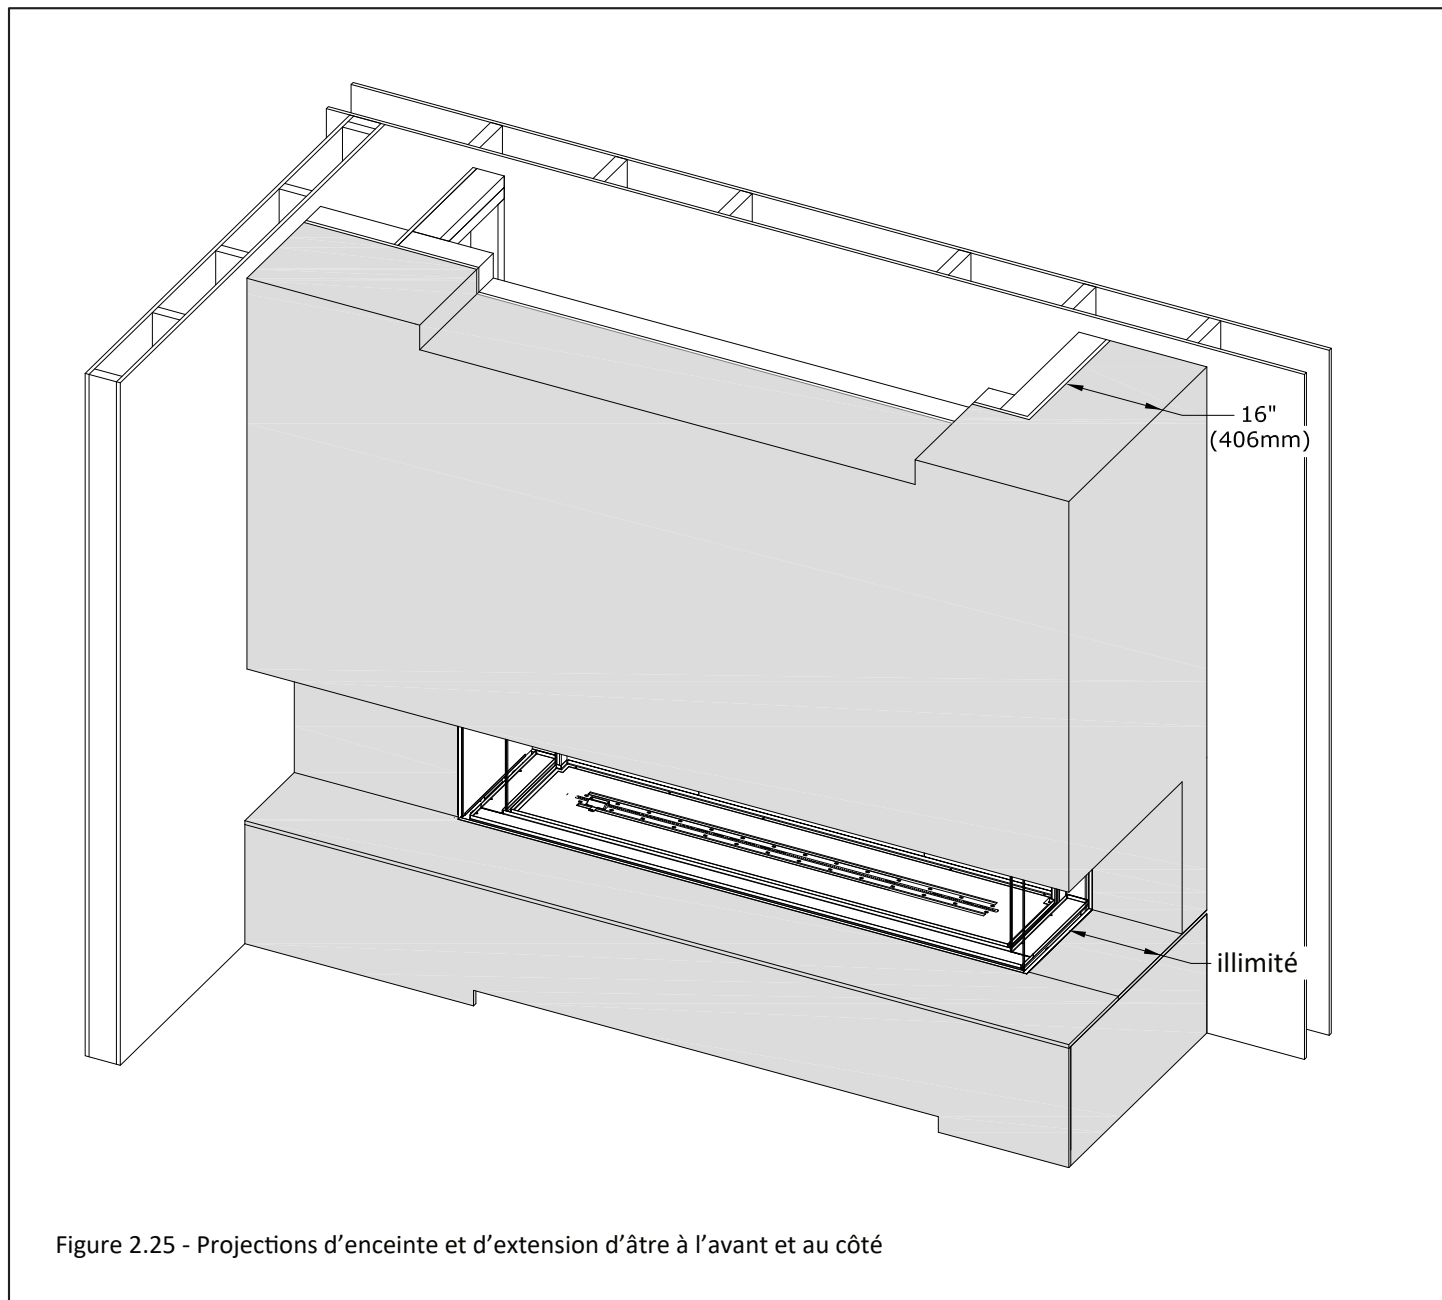

Figure 2.25 - Projections d'enceinte et d'extension d'âtre à l'avant et au côté
- **Montants (piédroits) de manteau combustible:** Un montant de manteau combustible peut être installé à 0 po (0 mm) du bord de finition latéral du foyer. Voir la Figure 2.25 qui montre une projection combustible max. de 16 po (406 mm) du bord de finition latéral du foyer.
La Figure 2.25 montre un foyer avec des projections de l'enceinte et de l'extension d'âtre, vers l'avant et le côté..